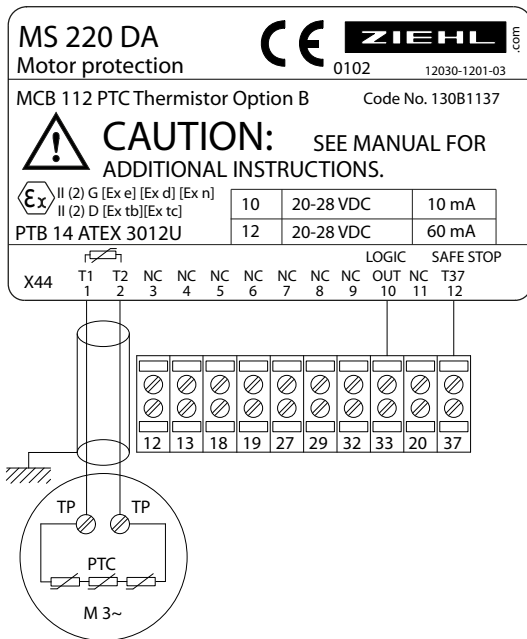

Abbildung 3.2 Anschlussplan
Verlegen Sie die Sensordrähte als separate Steuerleitungen. Sie dürfen keine Drähte aus dem Versorgungskabel oder aus anderen Netzkabeln verwenden. Verwenden Sie abgeschirmte Steuerleitungen. *Abbildung 3.2* zeigt die richtige Verdrahtung.
5. Schließen Sie die Sensordrähte an X44/T1 und T2 an. Siehe *Abbildung 3.2*.